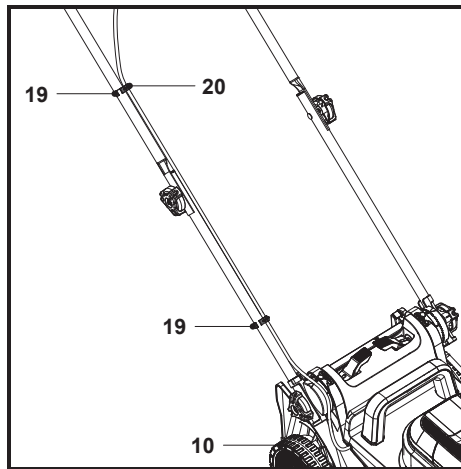

Fig. 4
6. Fije el cable de control (20) con los dos sujetacables (19) (Fig. 4).